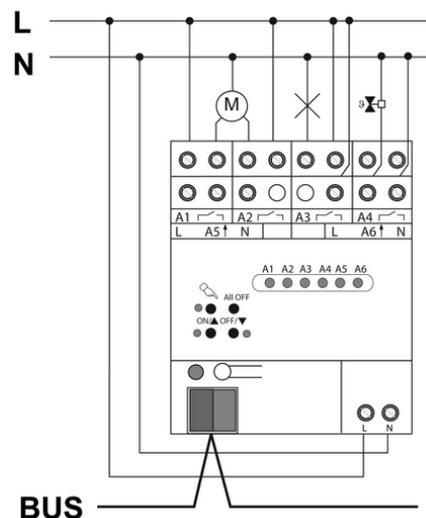

Рисунок 3: Пример подключения
- Подключить провод шины с соединительной клеммой (рисунок 3).